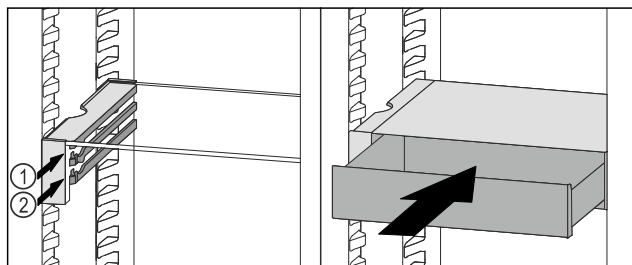

Fig. 107
- VarioSafe-lade achter de stoppers op de gewenste rib Fig. 107 (1) of Fig. 107 (2) plaatsen.